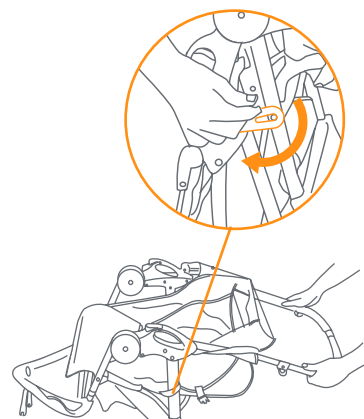

Fig. 1
- 1) • Remove the fold latch, which is located on the right side. Lean the stroller backwards so that it rests on the handle and rear axle frame and the front wheel forks are pointing upward (Fig. 1).
- Suelte el pestillo de pliegue. Incline el carrito hacia atrás de modo que se apoye sobre el manubrio y el armazón del eje trasero, y que las horquillas de la rueda delantera apunten hacia arriba (Fig. 1).